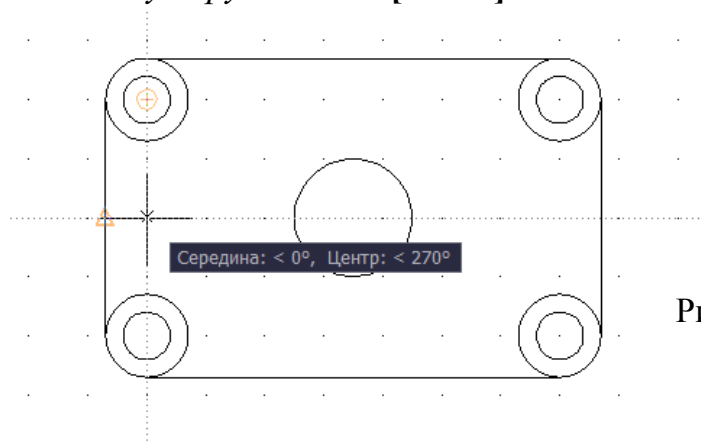

Рис. 1.21. Использование режима объектного отслеживания для нахождения центра круга
**Центр круга или:** Наведите курсор на середину левого вертикального отрезка и задержите его, чтобы назначить данную точку исходной, при этом появится желтый треугольник и подсказка «Середина». Затем от исходной точки переместите курсор вверх в центр окружностей, так чтобы появился желтый круг и подсказка «Центр». После этого перемещайте курсор вниз до пересечения вертикальной и горизонтальной линии отслеживания, при этом появится подсказка и крестик в точке пересечения как на рис. 1.21. Зафиксируйте центр.